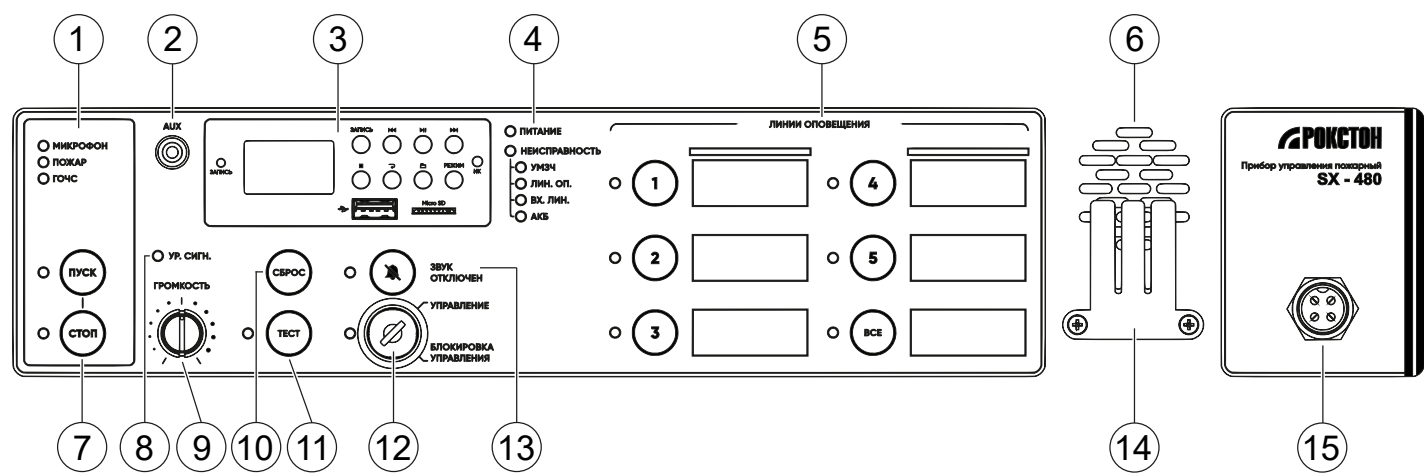
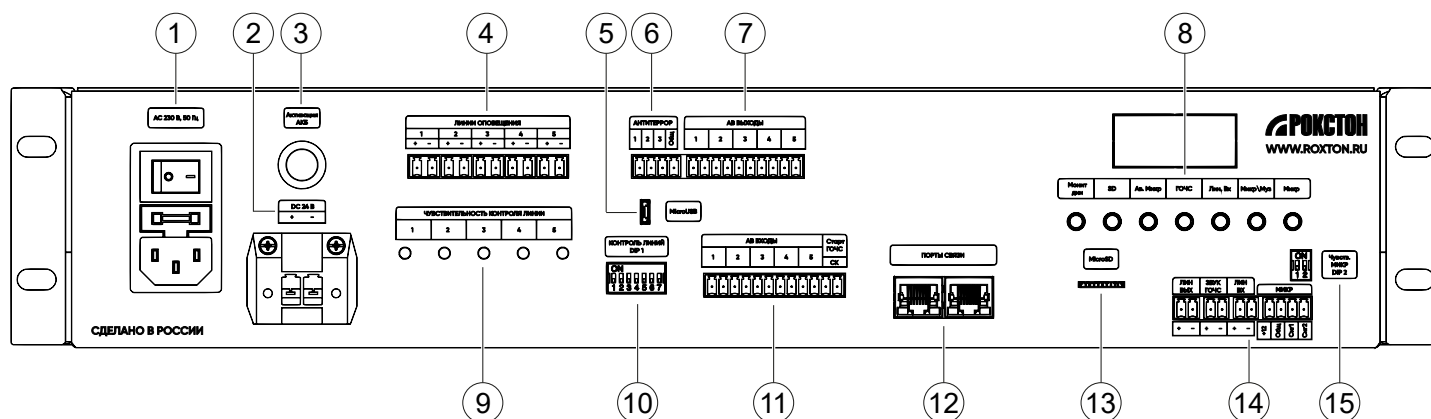

Рисунок 1 — Лицевая панель прибора SX
Рисунок 4 — Разъемы коммутации прибора SX
1	Пожарная индикация: Светодиод «Микрофон» активируется при использовании аварийного микрофона (тангента, рис. №1, разъем №15); Светодиод «Пожар» активируется при получении сигнала (СК) от ППКП на аварийные входы (рис. 4, разъем №11); Светодиод «ГОЧС» активируется при получении сигнала (СК) от блока сопряжения с системой ГОЧС на аварийные входы (рис. 4, разъем №11, ПУСК ГОЧС, СК).
- Ручной (нажатие кнопки «**ПУСК**» рис. 1 поз. 7).
1.5.2.1 Возможна настройка дополнительных сценариев оповещения по кнопке «ПУСК» (Рис. 1, поз. 7). Активация записанных сообщений производится из папки с префиксом «М». Для входа в настройку ручного оповещения необходимо нажать на кнопку **«СТОП»**, загорится жёлтый светодиод. С помощью кнопок линий оповещений «1-5» (Рис.1 поз. 5) выберите необходимую папку с сообщением (Таблица 7), далее нажмите кнопку **«ПУСК»** и выберите необходимые линии для вещания. Устройство запоминает указанную папку с сообщением «М» и зоны для последующей активации. Возможна настройка зон оповещения через ПК (п. 2.4.3.2).
1.5.3 Активация записанных сообщений **«Пожар»** осуществляется при помощи клеммного блока №11, клеммы 1-5 (Рис. 4). Возможна запись до 6 сценариев оповещения. Сообщения должны находиться в папках с префиксом «Z», в корне папки «Fire». Структура и активация сообщений описана в таблице №8. Для активации сообщений необходимо замкнуть указанную контактную группу. Настройка зон активации осуществляется после активации входа при помощи кнопок линий оповещения (Рис.1 поз. 5). Устройство запоминает указанные зоны для последующей активации. Возможна настройка зон оповещения через ПК (п. 2.4.3.2). При получении нескольких сигналов активации на контактные группы, воспроизведение сообщений будет осуществляться в порядке очереди полученных сигналов по времени.
1.5.4 Активация записанных сообщений **«Антитеррор»** осуществляется при помощи клеммного блока (Рис. 4 поз.6). Два типа настройки указаны в пунктах 1.5.6 и 1.5.7.
2.3.4 Подключите основное и резервное питание к прибору SX. Рис. 4 поз. 1 и 2. В настенной версии прибора (SX-W) подключение основного питания АС осуществляется через автомат, клеммную колодку и шпильку заземления. Параметры основного питания – АС 230 В (-15% +10%) 50 Гц. Параметры резервного питания - DC 24 В (-15% +10%). Подключение 2 шт. 12 В АКБ осуществляется последовательно для получения 24 В. Для активации АКБ используется кнопка «Активация АКБ» (Рис. 4, поз. 3). Для активации заряда батареи используйте DIP- 6 (рис.4, поз. 10).
2.3.5 Для подключения микрофонных консолей SX R-31 к прибору ROXTON SX используется разъем ПОРТ СВЯЗИ (рис. 4, поз. 12). В качестве соединительного кабеля используется витая пара не ниже 3-ей категории. Рекомендуются огнестойкие варианты кабеля (FRLS). Распиновка кабеля осуществляется согласно рисунку 5 и таблице 11.